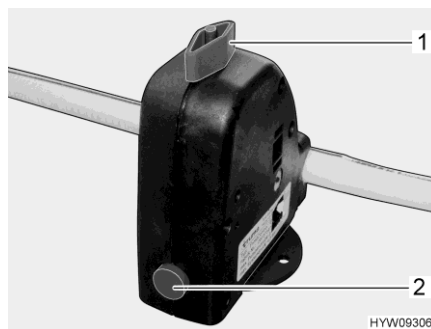

Fig. 125 Válvula de seguridad/purga (Truma)
- Cerrar la válvula de seguridad/purga (Truma). Para ello, girar el botón giratorio (Fig. 125,1) a la posición transversal en referencia a la válvula de seguridad/purga y hundir el botón (Fig. 125,3).